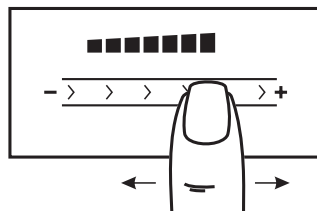

Рис.5
2. Выбор необходимого уровня мощности производится перемещением пальца по специальной поверхности «4» - «скользящая кнопка» (рис. 5). Когда уровень мощности меняется, звучит сигнал, а в окне выбранной конфорки отображается мощность от «0» до «9» и «P».
1. Работавшую конфорку касанием зоны ② перевести в режим управления.
2. Перемещая палец по поверхности ④ - «скользящая кнопка» измените режим нагрева конфорки (рис. 5).